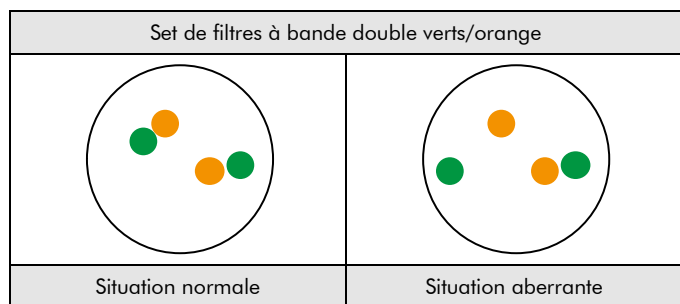

Fig. 2 : Résultats attendus dans les noyaux en interphase normaux et présentant une aberration
**Situation normale :** Dans les interphases de cellules normales ou de cellules sans une translocation impliquant la région du gène CFBF, deux signaux verts et deux signaux orange apparaissent (voir figure 2).
**Situation aberrante :** Une région du gène CFBF affectée par une translocation est indiquée par un signal vert séparé et un signal orange séparé (voir figure 2).